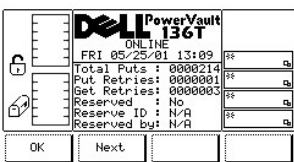

図 16. Status > Library > Slot > Slot Get/Put ダイアログ
- 1 Nextソフトキーの下にあるボタンを選択すると、スロット Get/Put ダイアログが表示されます。図 16を参照してください。